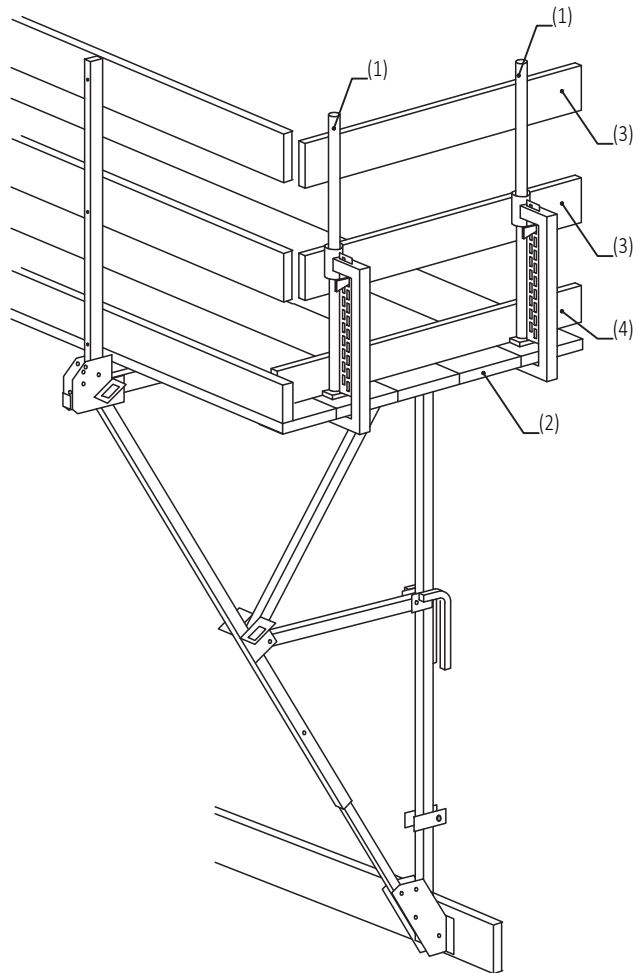

Bild 4.4
- 1 2 Stk. Geländerzwingen (1), z.B. NOE Schutzgeländerzwinde, Teil-Nr. 900050, für Höhen bis 40 m über Gelände, seitlich am Belag (2) der Klappgerüsteinheit ankleben.
- 2 Unmittelbar nach dem Befestigen der Geländerzwingen Geländerbretter (3) und Bordbrett (4) anbringen (Bild 4.4).